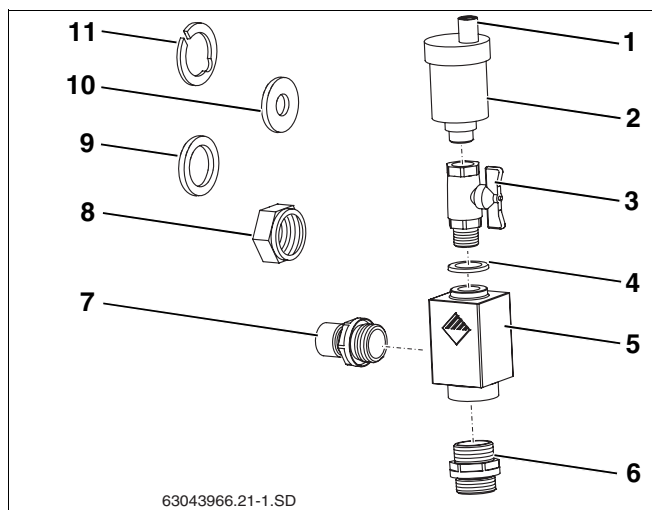

Fig. 55 Kit de purge universel
L'installation solaire est purgée en ouvrant la vis sans tête. Pour empêcher la pénétration d'humidité par la vis sans tête dans l'installation solaire, le capuchon de protection contre les intempéries (fig. 55, **pos. 1**) doit toujours être placé sur la vis sans tête lorsque l'installation est en marche.
Contenu de livraison du kit de purge universel (fig. 55):